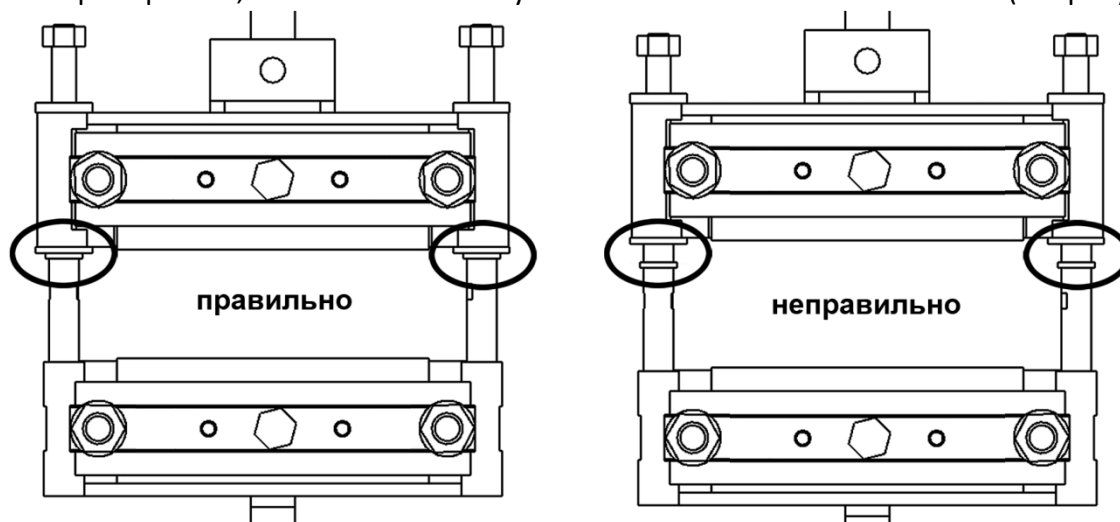

Рисунок 19 – Установка зажимов
5.8.5 Проконтролировать, чтобы все зажимы установились в базовое положение (см. рисунок 19).